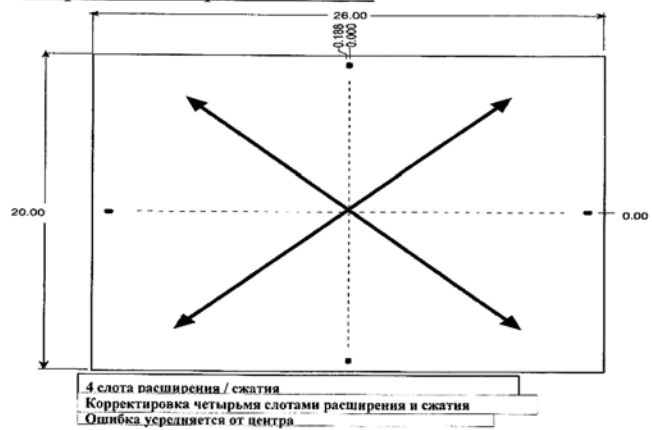

Рис. 6. Алгоритм компенсации размерных изменений
- размерные изменения при прессовании носят системный характер, поэтому могут быть спрогнозированы и при необходимости скомпенсированы по относительно простому алгоритму (см. рис. 6).